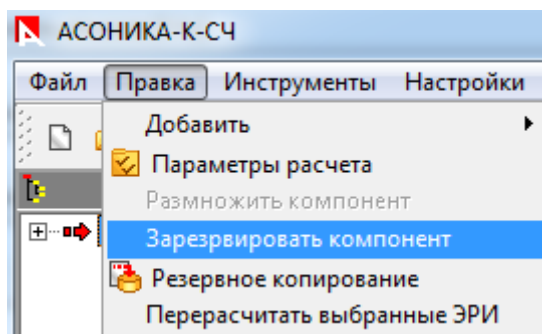

Рис. 3.34. Меню выбора резервирования компонента
- В появившемся меню (см. рис. 3.34) выберите пункт «Зарезервировать КОМПОНЕНТ».
- В появившемся меню (см. рис. 3.34) выберите пункт «Зарезервировать компонент».